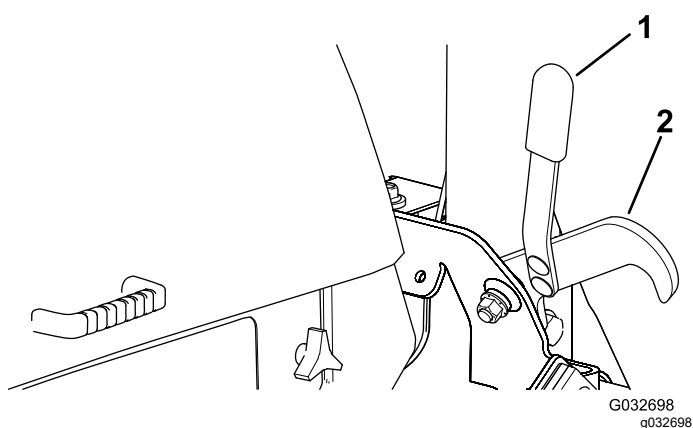

Figure 31
2. Asseyez-vous sur le siège et tournez la clé en position CONTACT (Figure 31).